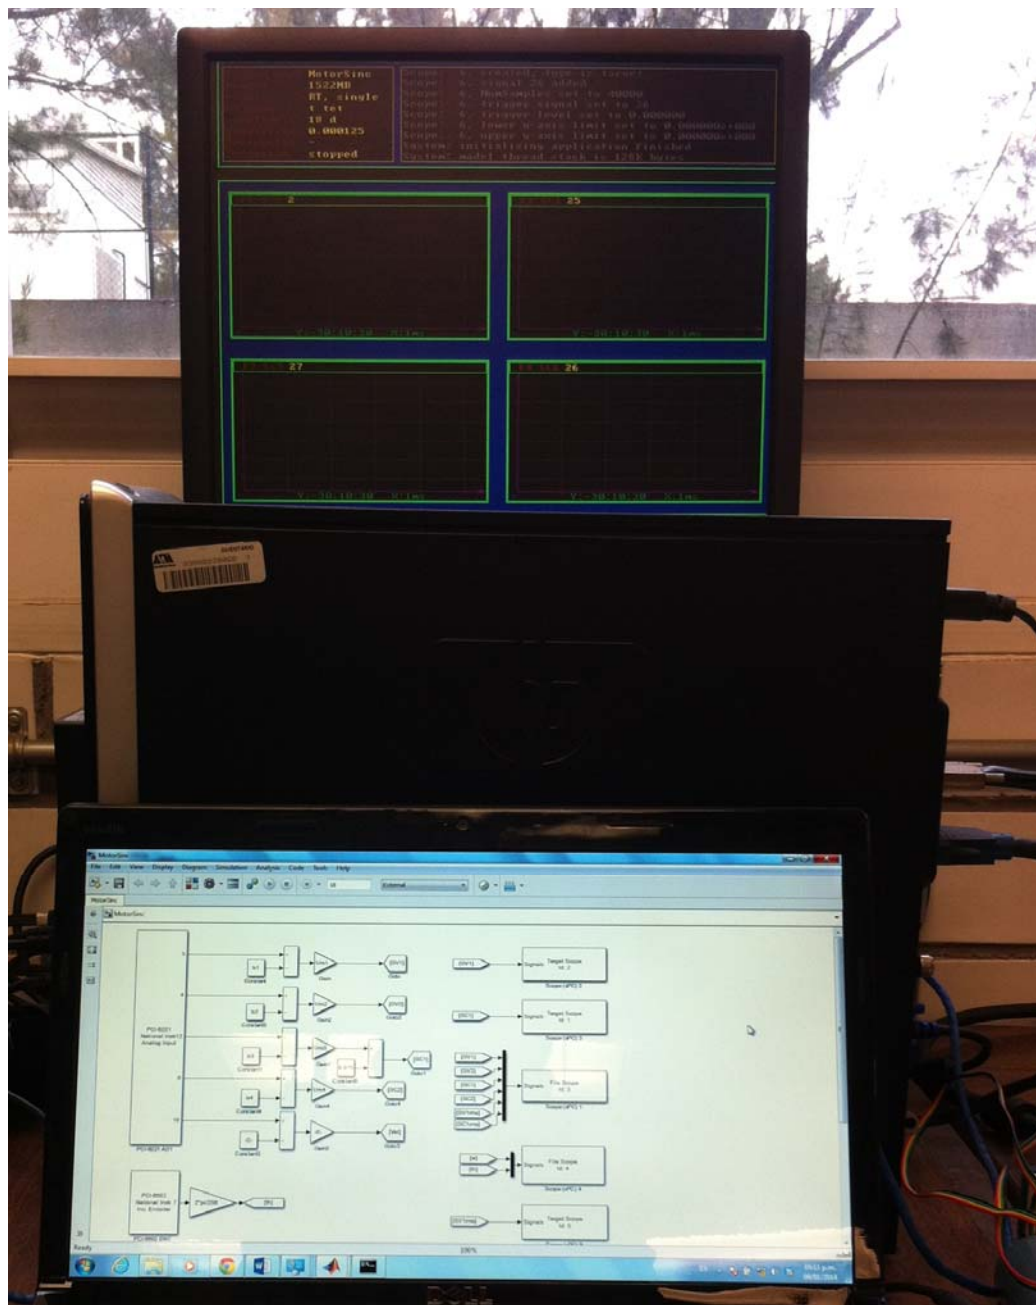

Figura 9. Construcción del archivo “MotorSinc.slx” en el PC Target
- Una vez abierto el archivo “MotorSinc.slx”, presionar las teclas “Ctrl + b” para construir el archivo “MotorSinc.slx” en el PC Target, ver figura 9, esta operación puede tardar algunos minutos, antes de continuar, se debe verificar que la pantalla del PC Target tiene las ventanas correspondientes a los sensores y que en la esquina inferior izquierda del archivo “MotorSinc.xls” ya no aparece la leyenda “Building”. Nótese que el archivo “MotorSinc.slx” está configurado solamente para medir dos señales de voltaje, dos señales de corriente y